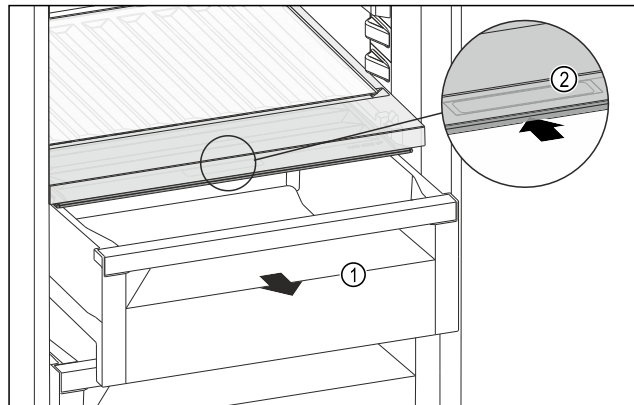

Fig. 129
- ▶ Schubfach Fig. 129 (1) herausziehen.
- ▶ Griffmulde Fig. 129 (2) am Fachdeckel anfassend und Fachdeckel gleichzeitig nach hinten schieben.